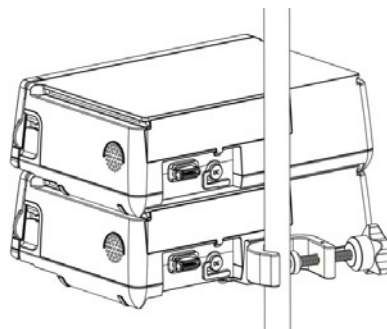

Рис. 8. Крепление блока насосов на инфузионной стойке
3. Закрепите блок из 2-х насосов на инфузионной стойке как показано на рис. 8.